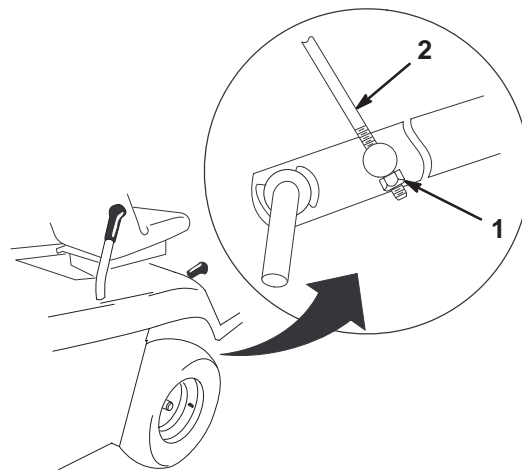

Bild 41
4. Stellen Sie die M8-Sicherungsmutter am Ende der Höheneinstellungsstange so ein, dass die Stange etwas angespannt ist (Bild 41).